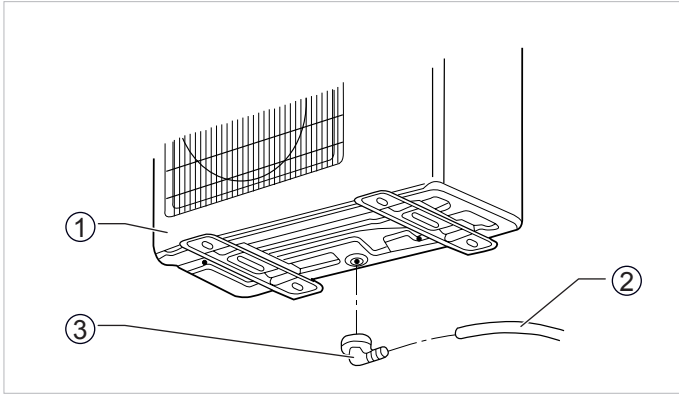

Abb. 10.1 Montage des Ablaufkrümmers für den Kondensatschlauch.
- Setzen Sie den Ablaufkrümmer in das Loch an der Unterseite des Außengerätes und drehen Sie ihn um 90 Grad, um ihn zu befestigen (siehe Abbildung 10.1).